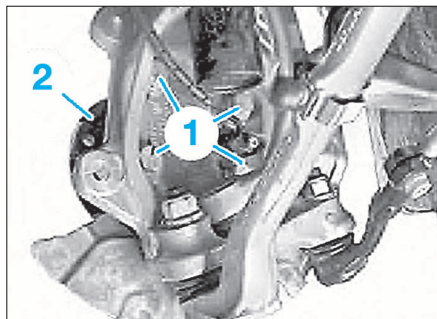

FIG. 24
- Déposer les vis (1) (Fig.24).
- Chasser le moyeu (2) du pivot avec un outil approprié et le déposer.